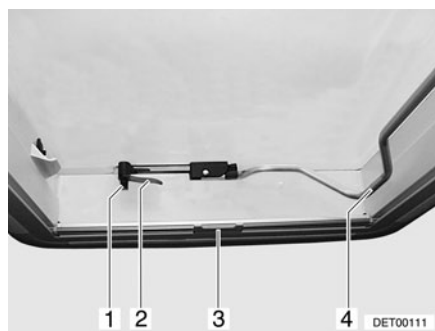
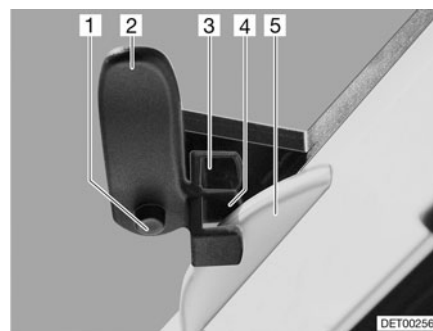

Fig. 53 Claraboya Heki, cerrada
Fig. 54 Claraboya Heki en posición de ventilación 1
Abrir: ■ Pulsar el botón de seguridad (Fig. 53,1) y girar la palanca de bloqueo (Fig. 53,2) un cuarto de vuelta hacia dentro.
■ Tirar hacia abajo de la horquilla (Fig. 53,4) para desbloquearla.
Cerrar: ■ Tirar hacia abajo de la horquilla (Fig. 53,4) para desbloquearla.
■ Girar la palanca de bloqueo (Fig. 53,2 y Fig. 54,2) un cuarto de vuelta. El saliente del bloqueo del techo (Fig. 54,5) debe encajar en la horquilla de bloqueo superior (Fig. 54,3).
■ Presionar el botón de seguridad (Fig. 54,1) y girar hacia atrás la palanca de bloqueo (Fig. 54,2). El saliente del bloqueo del techo (Fig. 54,5) debe encajar en la horquilla de bloqueo inferior (Fig. 54,4).